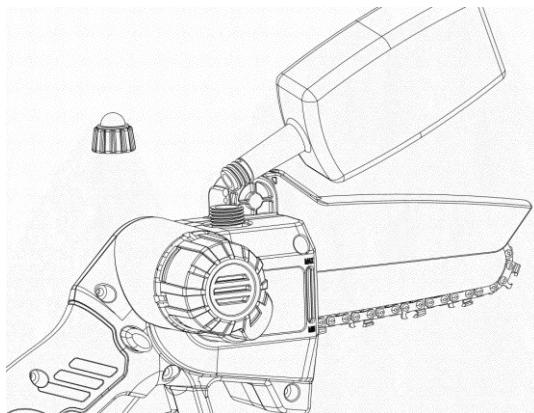

Fig. 4a
- Rimuovere il tappo del serbatoio dell'olio (2) e riempire con olio lubrificante per catena fino al livello massimo prima che l'utensile entri in funzione. Vedi Fig. 4a.